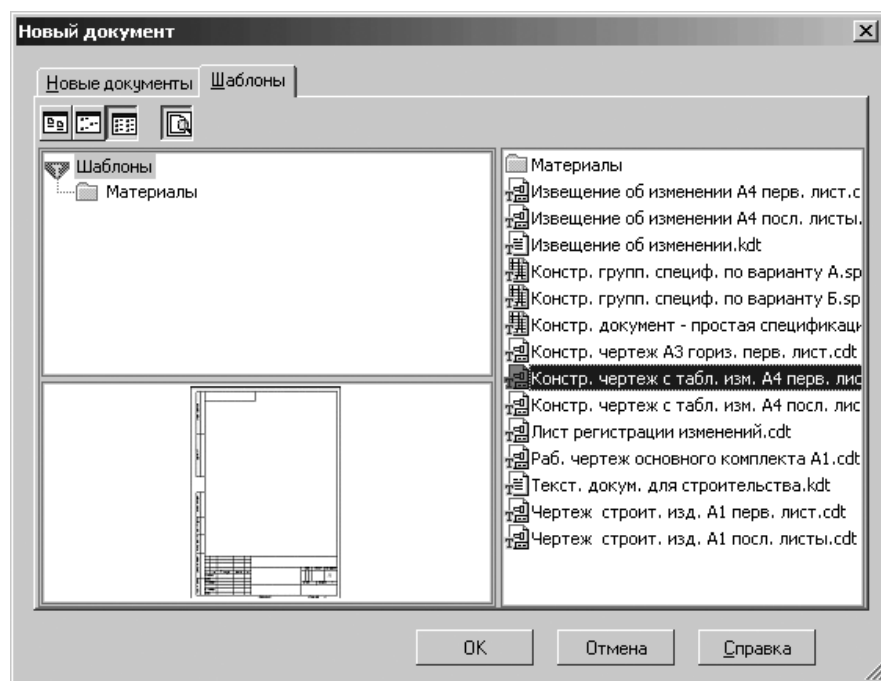

Рис. 1.56. Диалоговое окно **Новый документ** с открытой вкладкой **Шаблоны**
- щелкните в диалоговом окне **Новый документ** по вкладке **Шаблоны**. Откроется соответствующая вкладка (рис. 1.56).
- щелкните на вкладке **Шаблоны**, в правой ее части по нужному шаблону, например, по шаблону **Констр. чертеж с табл. Изм. А4 перв. лист**. В окне просмотра, в левой нижней части диалогового окна **Новый документ** появится в уменьшенном масштабе шаблон документа (см. рис. 1.56);